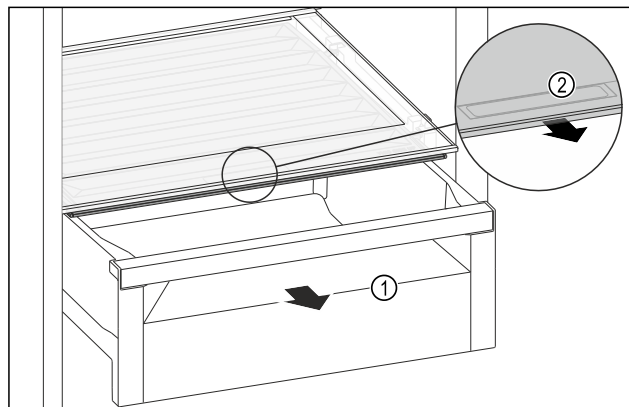

Fig. 108
- ▶ Витягніть висувний ящик Fig. 108 (1).
- ▶ Візьміться за потайну ручку Fig. 108 (2) на кришці відділення й одночасно потягніть кришку відділення вперед.